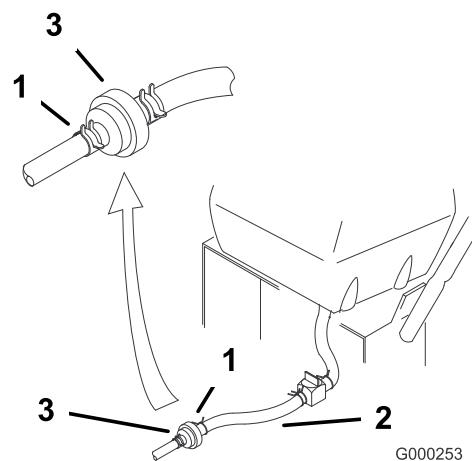

Figura 37
- Apriete los extremos de las abrazaderas y deslícelas por el tubo alejándolas del filtro (Figura 37).